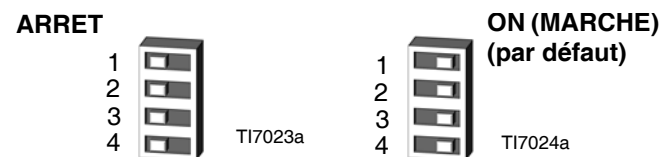

FIG. 10 : Réglages du commutateur DIP (SW2)
2. Mettre les quatre commutateurs DIP sur les positions voulues. Voir la FIG. 10, page 30, and TABLEAU 5, page 31.